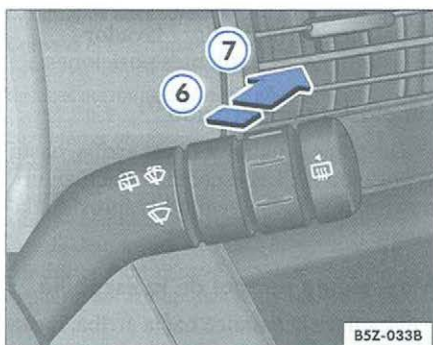

Fig. 58 Palanca del limpiaparabrisas / lavador de la luneta trasera
- Empuje la palanca levemente hacia adelante ⇒ fig. 58 ⑥. Las escobillas efectúan un movimiento cada 6 segundos.
- Empuje la palanca totalmente hacia adelante ⇒ página 80, fig. 58 ⑦. El limpiador y el lavador funcionan mientras la palanca es mantenida en esta posición.